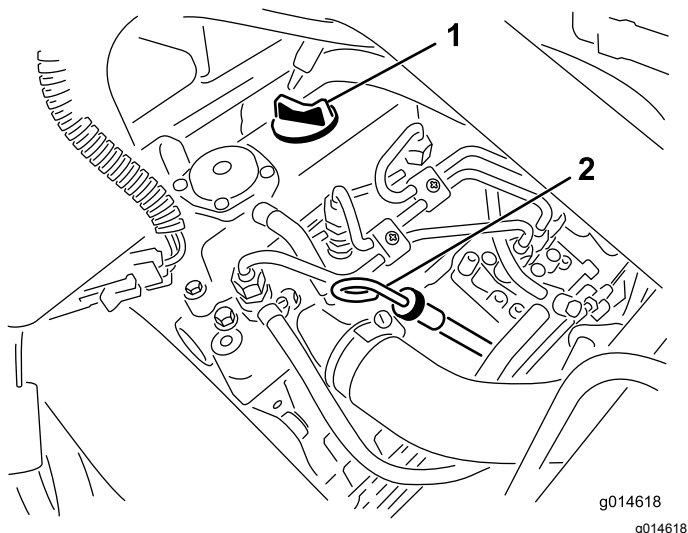

Figure 27
2. Retirez la jauge et essuyez-la sur un chiffon propre (Figure 27).